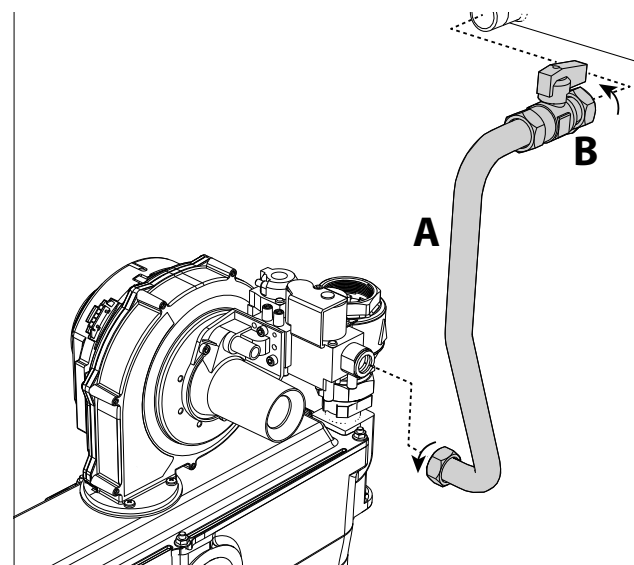

fig. 68
5. Allentare i girelli e disconnettere il tubo gas "A" insieme al rubinetto "B" (fig. 68).